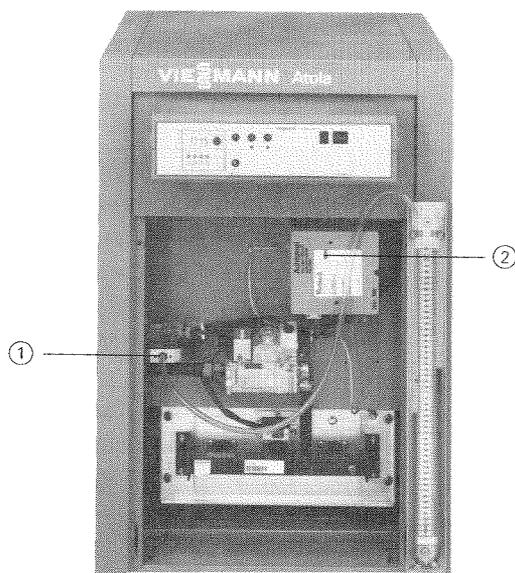

Abb. 21
10. Gasabsperrhahn schließen, Schalter „Ⓢ“ an der Regelung ausschalten (Heizkessel geht außer Betrieb), U-Rohr-Manometer abnehmen, Meßstutzen ① (Abb. 21 auf Seite 15) schließen.